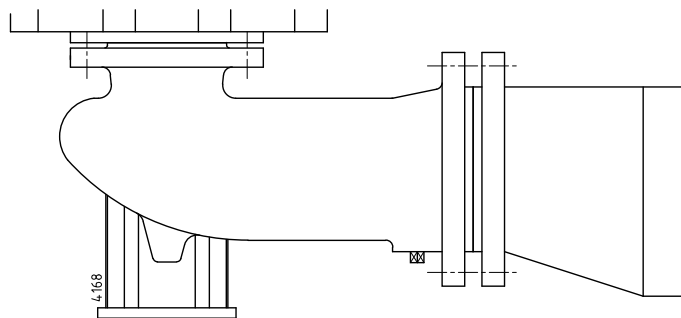

Рисунок 6. Переходной патрубок с эксцентрическим расположением концевых отверстий для всасывающего фланца.
- Если внутренний диаметр всасывающей трубы превышает размер приемного патрубка насоса, следует использовать переходной патрубок с эксцентрическим расположением концевых отверстий для предотвращения образования воздушных пробок и завихрений. См. рисунок 6.